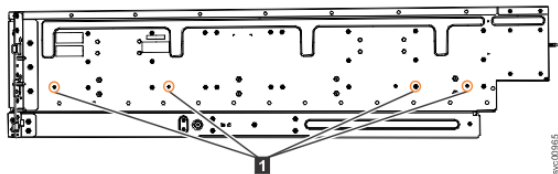

Рисунок 56. Расположение винтов для прикрепления внутренней направляющей к корпусу
4. С помощью четырех винтов М4 прикрепите внутреннюю направляющую к боковой стенке корпуса. На Рисунок 56 на стр. 57 показаны расположения винтов.